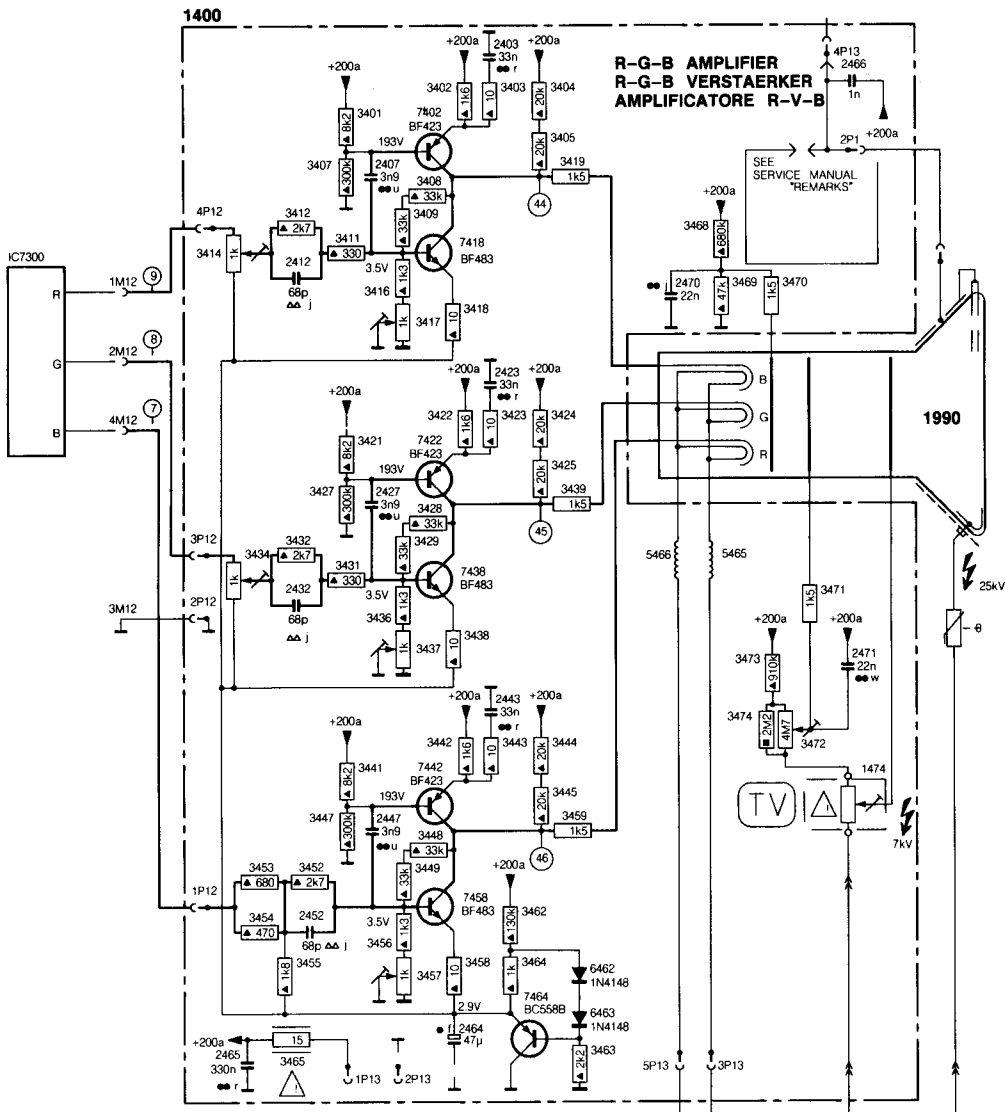

Fig. 7-1
7. R/G/B-VERSTAERKER (Bild 7.1)